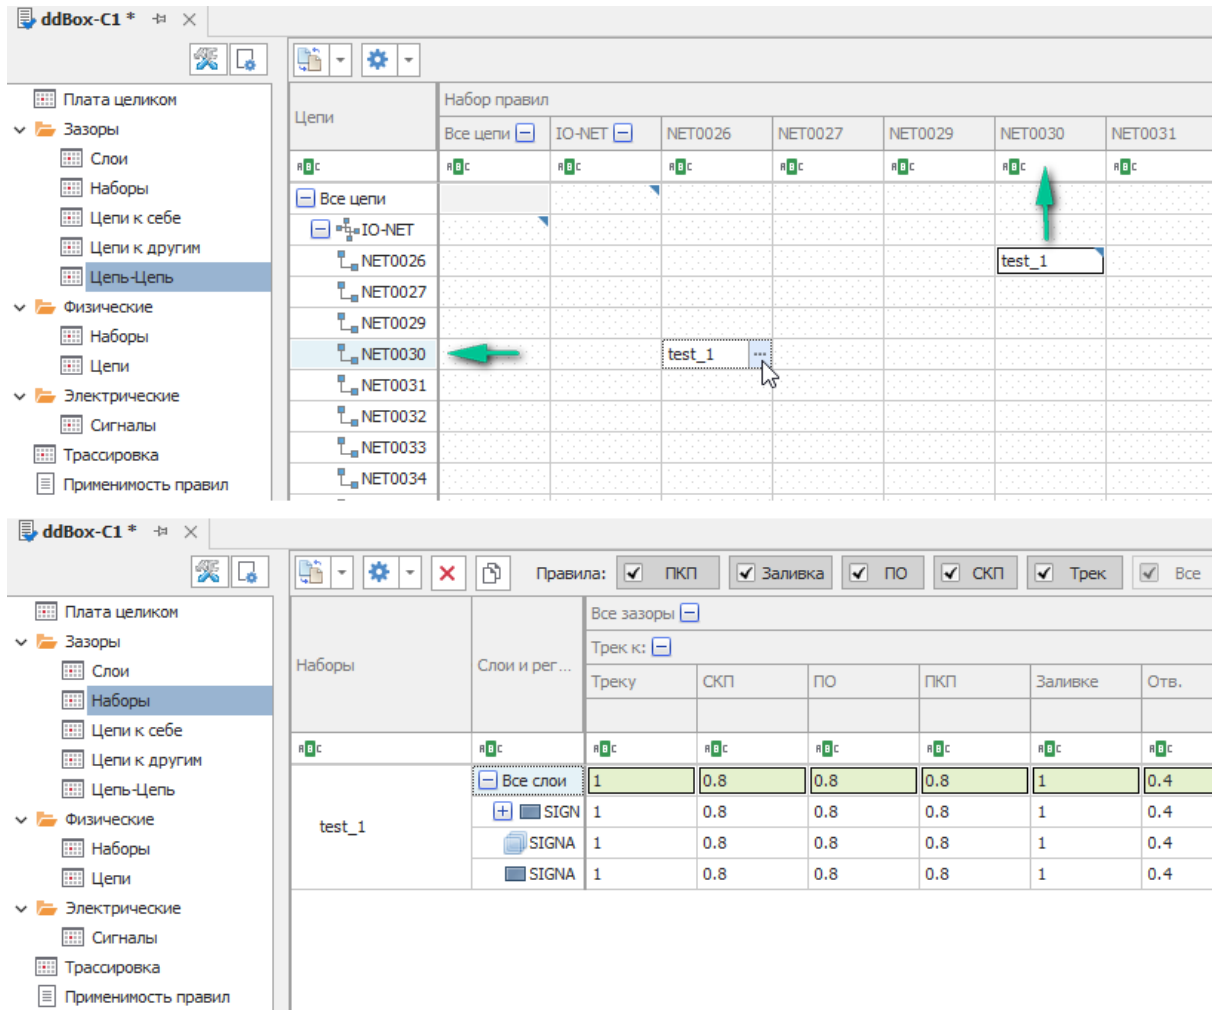

Рис. 56 «Создать набор правил и применить»
- **Создать набор правил и применить** – созданный набор правил будет помещен в качестве шаблона в раздел «Зазоры» → пункт «Наборы», а также применен к цепям, на основе правил которых был создан, Рис. 56.